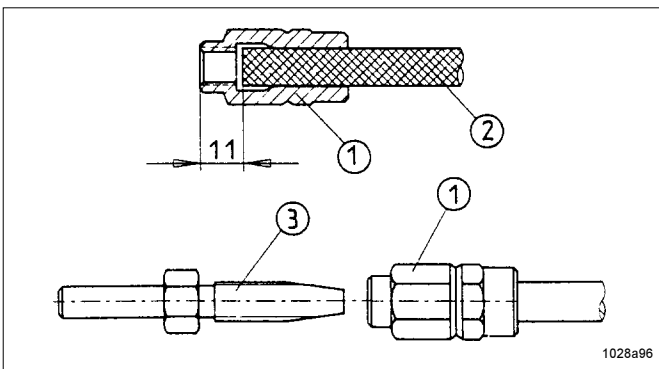

Abb. 37 - Vormontage der Schraubhülsen und Schlauchstutzen auf die Hauptleitung
* Schraubhülse 1, Abb. 37, linksdrehend auf den Hochdruckkunststoffschlauch 2 drehen, bis das gezeigte Maß von 11mm erreicht ist.